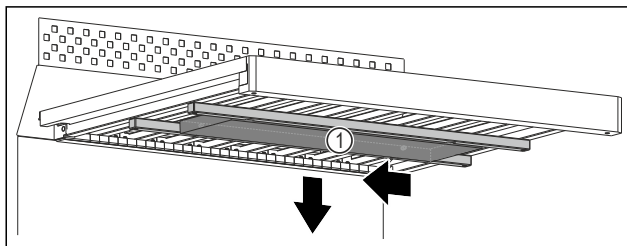

Fig. 111
- ▶ Плъзнете кутията за вода Fig. 111 (1) наляво.
- ▶ Извадете кутията за вода Fig. 111 (1) надолу.